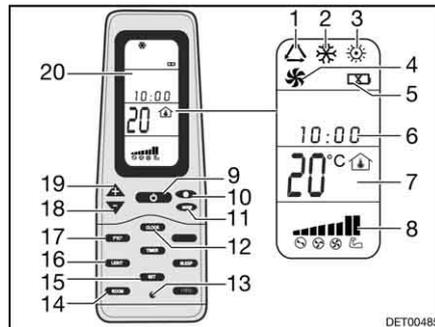

Fig. 119 Telecomando
- Premere il tasto ON/OFF (Fig. 119,9).
- Premere il tasto "Mode" (Fig. 119,11) spesso, finché la modalità desiderata (Fig. 119,1, 2, 3 o 4) viene visualizzata sul display (Fig. 119,20).
- Impostare la temperatura desiderata con i tasti "+" (Fig. 119,19) e "-" (Fig. 119,18).
- Con il tasto velocità dell'aria (Fig. 119,10) selezionare il livello desiderato per la ventola.